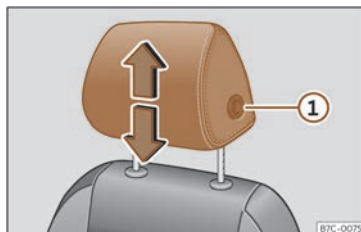
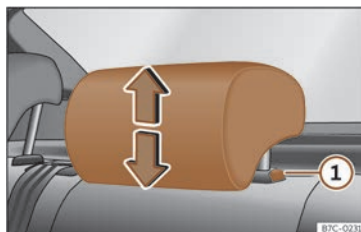

Fig. 69 Asiento delantero: regulación del apoyacabezas.
Fig. 70 Apoyacabezas trasero: regulación del apoyacabezas.
- Agarre el apoyacabezas con ambas manos por los lados y empuje hacia arriba hasta encajarlo en la posición deseada. Para bajarlo, haga la misma acción, pulsando el botón lateral ① >>> fig. 69, >>> fig. 70.